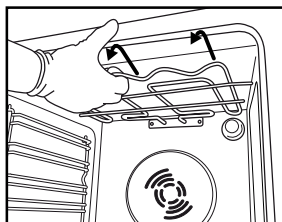
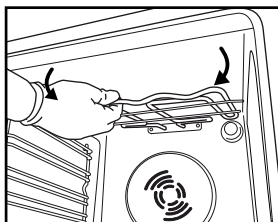

Fig. 4
Fig. 5
2. Faites sortir légèrement la résistance chauffante (Fig. 4) avant de l'abaisser (Fig. 5).